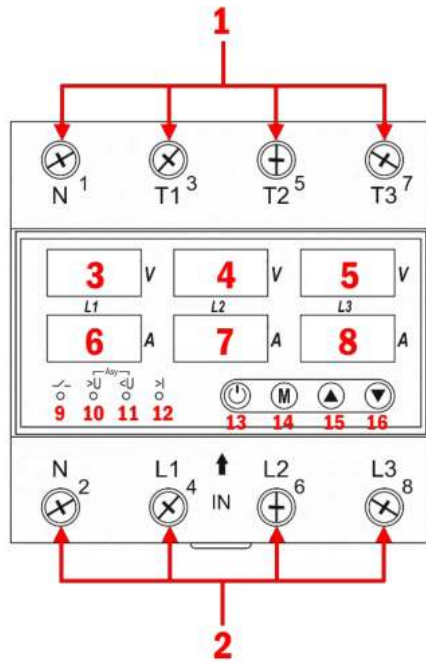

Рис. 1 – Элементы прибора
4. Прибор готов к работе. После подачи питания начнется отсчет времени задержки включения реле (t_{on}), по истечении которого реле замкнется, загорится зеленый индикатор состояния реле (п. 9 рис. 1).
5. Для ручного отключения нагрузки от источника питания нажмите и удерживайте кнопку \cup в течение 2 секунд. После отключения нагрузки индикатор состояния реле (п. 9 рис. 1) погаснет. Для ручного возобновления подачи питания на нагрузку нажмите и удерживайте кнопку \cup в течение 2 секунд.
6. При возникновении аварийной ситуации на лицевой панели прибора загорятся соответствующие индикаторы (п.10-12 рис. 1). При возникновении аварийной ситуации вследствие асимметрии (перекоса) фаз загорятся одновременно два индикатора (п. 10, 11 рис. 1).